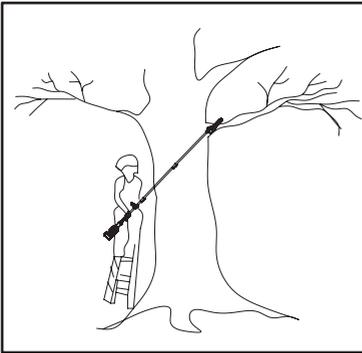

Fig. 49
8. Nunca use una escalera u otro tipo de soporte inestable mientras utiliza el producto. Los soportes poco seguros atraen riesgos (Fig. 49).